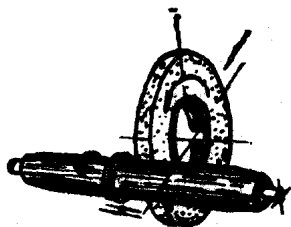

图1 磨外圆
(1) 外圆磨削时的运动(图1)
①砂轮快速旋转，称为主运动；
②工件旋转，称为圆周进给运动；
③工件沿本身轴线作直线往复运动，称为纵向进给运动(纵走刀)；
④砂轮在垂直于工件轴线方向的移动，称为横向进给运动(吃刀)。这个运动是不连续的，只是在工件完成一个单行程或往复行程时才进行一次。